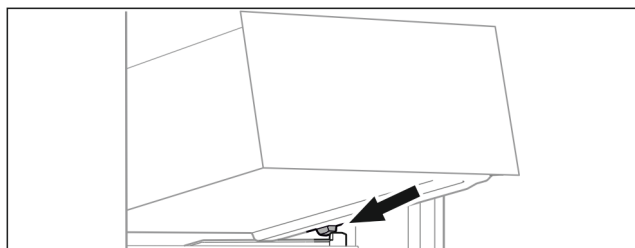

Fig. 60
- ▶ 将抽屉斜放在容器肋梁上的止动器后面。(参见 Fig. 60)